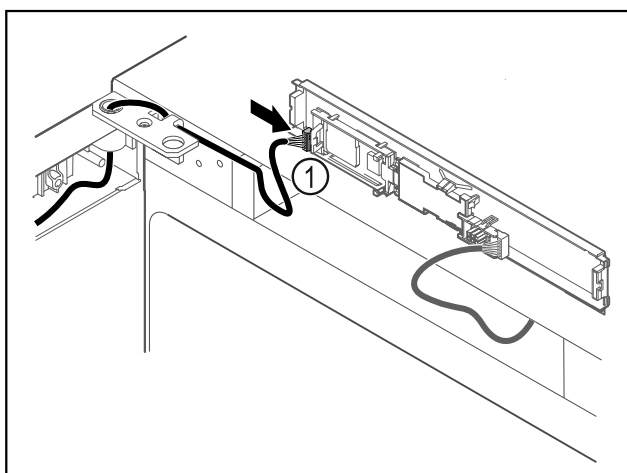

Fig. 64
- Připojte zástrčku Fig. 64 (1) na desku.